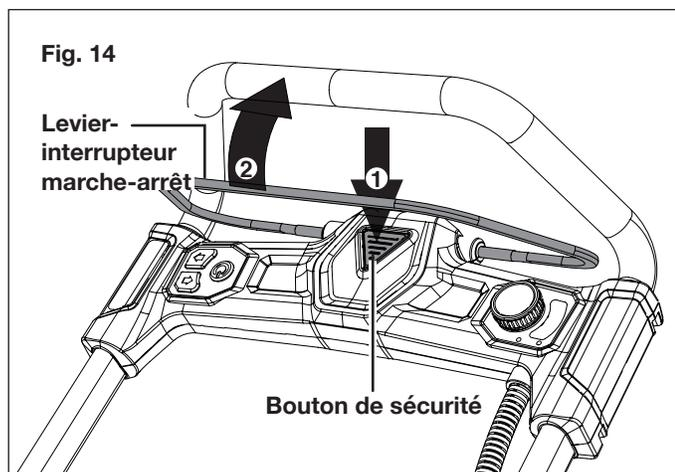

Fig. 14
2. Pour mettre en marche la souffleuse à neige, appuyez sur le bouton de sécurité, puis pressez le levier-interrupteur marche-arrêt (Fig. 14).